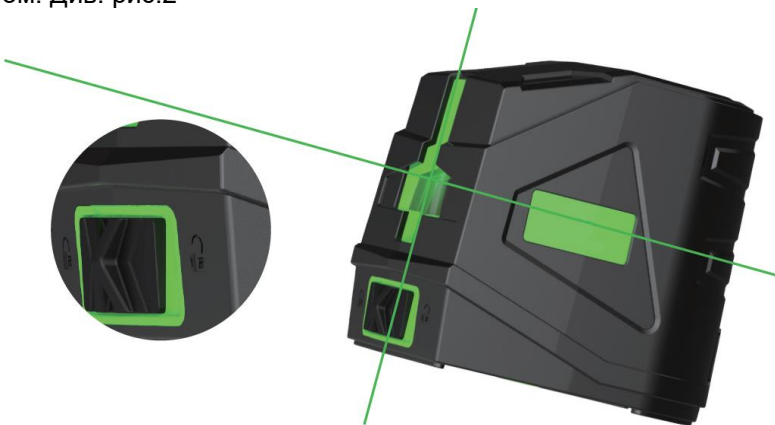

Рисунок 2
3.2.2 Перемістіть перемикач блокування в положення «вимкнено» та натисніть верхній перемикач, після чого машина перейде в режим похилої різниці. У цей час лазер заблокований, і лазерний рівень можна використовувати під будь-яким кутом. Див. рис.2